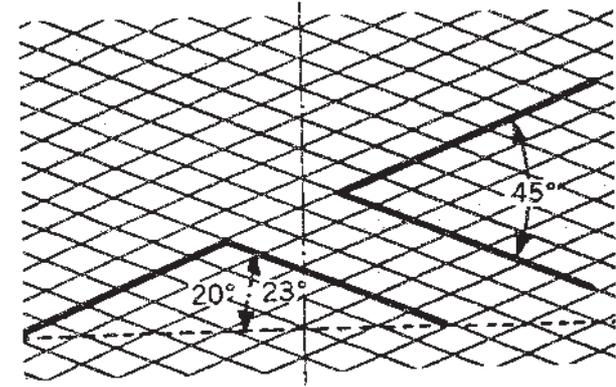

Fig. 63B. Dessin obtenu par Flexhoning dans les chemises
Pour avoir une bonne lubrification et une bonne étanchéité, il est très important que les parois conservent leur dessin d'origine, voir la figure 63B. C'est pourquoi il est recommandé de déglacer les chemises par la méthode dite Flexhoning lorsque :
5. Les surfaces des chemises de cylindres possèdent un dessin dont les angles sont soigneusement calculés afin de donner une longévité optimale (figure 63B).